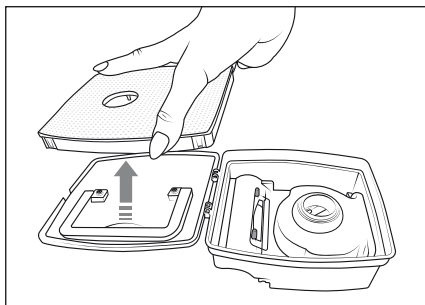

Fig. 9
- 4) Retire o filtro EPA **7** da tampa do reservatório de pó **12** (ver fig. 9).